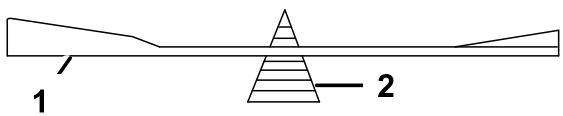

Figure 120
- 2. Vérifiez l'équilibre de la lame en la plaçant sur un équilibrEUR (Figure 120).